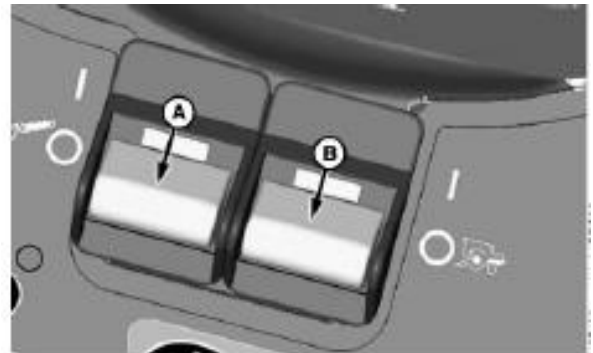

Рис. 3.28 – Функціонал для опускання жатки:
Встановити перемикач включення жатки (A) і перемикач включення сепаратора (B) в положення ВКЛ і опустити жатку (рис.3.28).